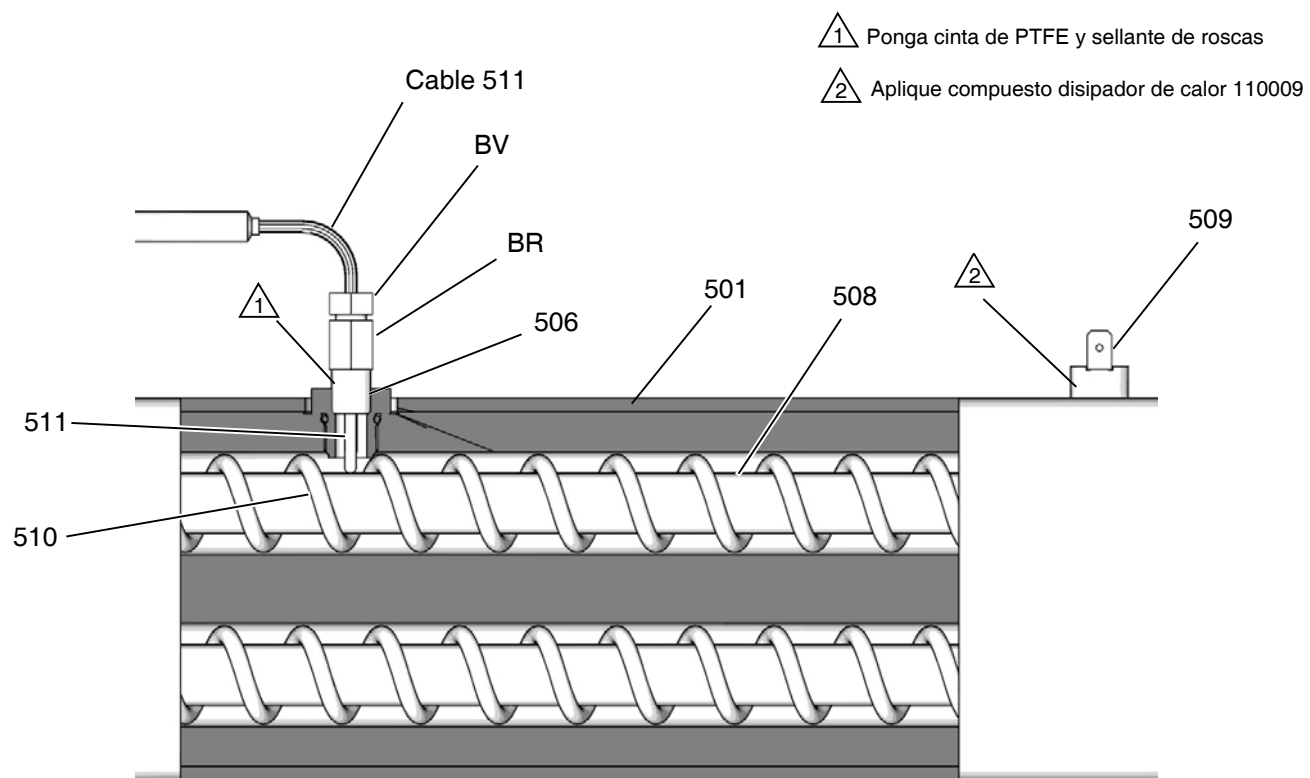

FIG. 69: Termopar
6. Saque los cables del termopar del armario eléctrico (C). Observe su recorrido ya que deben volver a colocarse de la misma manera.
7. Vea la FIG. 69, página 69. Afloje la tuerca del casquillo (BV). Retire el termopar (511) de la carcasa del calentador (501), y retire después la carcasa del termopar (BR). No desmonte el adaptador del termopar (506) a menos que sea necesario desmontar el mezclador (510). Si fuera necesario retirar el adaptador, compruebe que el mezclador (510) no interfiera al sustituir el adaptador.
8. Sustituya el termopar. Vea la FIG. 69.
- a. Retire la cinta de protección de la punta del termopar (511).
- b. Ponga cinta de PTFE y sellante de roscas en las roscas macho y apriete la carcasa del termopar (BR) en el adaptador (506).
- c. Empuje el termopar (511) de forma que la punta haga contacto con el elemento calentador (508).
- d. Sujetando el termopar (511) contra el elemento calentador, ajuste la tuerca del casquillo (BV) 1/4 de vuelta más después de ajustarla a mano.
9. Enrute los cables del termopar por el interior del armario eléctrico (C) y forme un haz como antes. Vuelva a conectar los cables a la tarjeta de circuito impreso.
11. Encienda simultáneamente los calentadores A y B para probarlos. Las temperaturas deben subir a la misma velocidad. Si un calentador está bajo, afloje la tuerca del casquillo (BV) y apriete la carcasa del termopar (BR) para asegurarse de que la punta del termopar (511) haga contacto con el elemento (508).